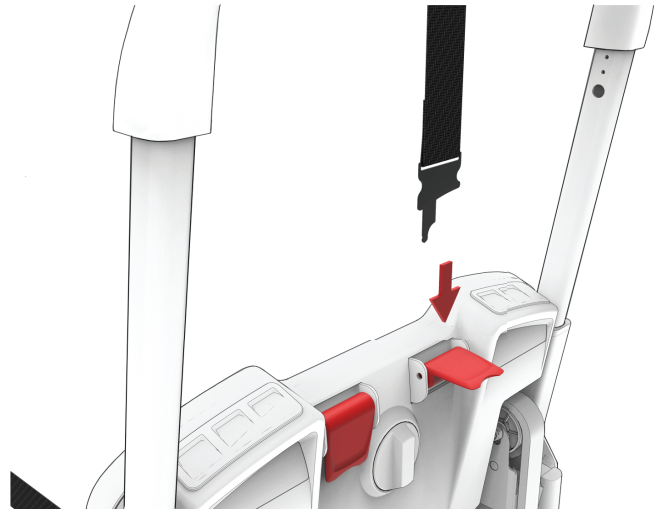

Afbeelding 22 – Rugsteunklem naar paallocatie
4. Bevestig de clip van de rugsteun aan de rechterkant van de patiënt aan de rugsteunpaal aan de rechterkant van de patiënt (Afbeelding 22). Verschuif de rugsteunclip totdat het kleinere gat op zijn plaats vergrendeld.